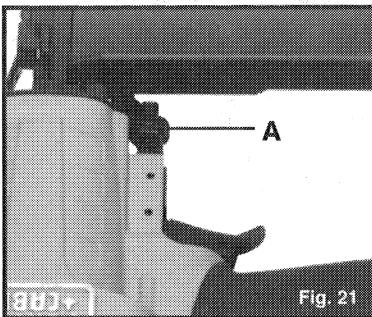

Fig. 21
La profundidad a que se mete un sujetador se controla por medio de la perilla de ajuste de profundidad (A) Fig. 21. La profundidad a que entra el sujetador está ajustada en la fábrica para dar una profundidad nominal. Dispare un sujetador de prueba y revise la profundidad. Si la quiere cambiar, dele vuelta a la perilla de ajuste de profundidad (A) Fig. 21; la perilla tiene detenedores cada cuarto de vuelta. Dele vuelta a la perilla en el sentido de las manecillas del reloj (vea la Fig. 21), para aumentar la profundidad y dele vuelta en el sentido contrario a las manecillas del reloj para disminuir la profundidad a que entre el clavo. Dispare otro sujetador de prueba y revise la profundidad. Repita el paso si es necesario hasta obtener la profundidad deseada.